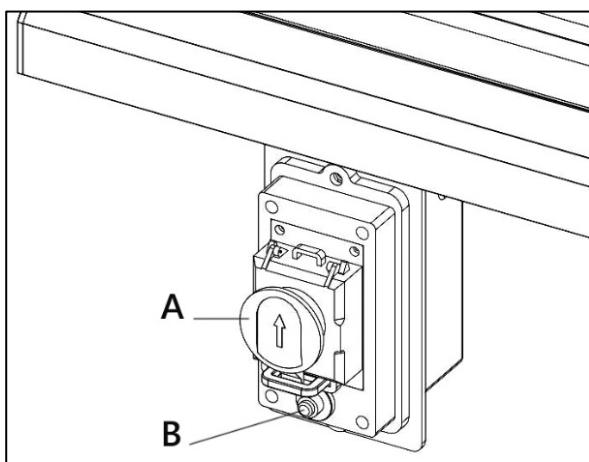

Рисунок 30.
- Выключатель расположен под передней направляющей, на левой стороне (рис. 30).